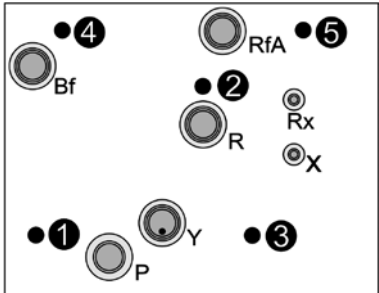

Abb. 9: Flanschbild mit fünf Zugankern
Anziehreihenfolge ① → ② → ③ (→ ④ → ⑤ bei fünf Zugankern, siehe Abb. 9).